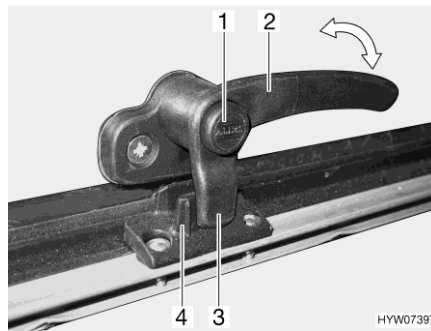
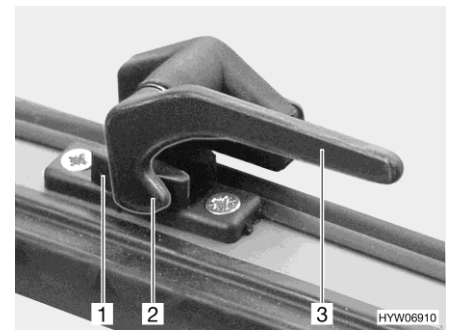

Fig. 112 Lever de verrouillage avec bouton de sécurité en position "Fermé"
Fig. 113 Lever de verrouillage en position "Fermé"
- S'il existe, appuyer sur le bouton de sécurité (Fig. 112,1) et le maintenir enfoncé.
- Tourner le levier de verrouillage (Fig. 112,2 ou Fig. 113,3) d'un quart de tour vers le centre de la fenêtre.
- Tourner le levier de verrouillage (Fig. 112,2 ou Fig. 113,3) d'un quart de tour vers le cadre de la fenêtre.
Le tenon de verrouillage (Fig. 112,3 ou Fig. 113,2) du levier de verrouillage repose complètement sur le côté intérieur du verrouillage de fenêtre (Fig. 112,4 ou Fig. 113,1).
- En position "Fermé" (Fig. 112 et Fig. 113)